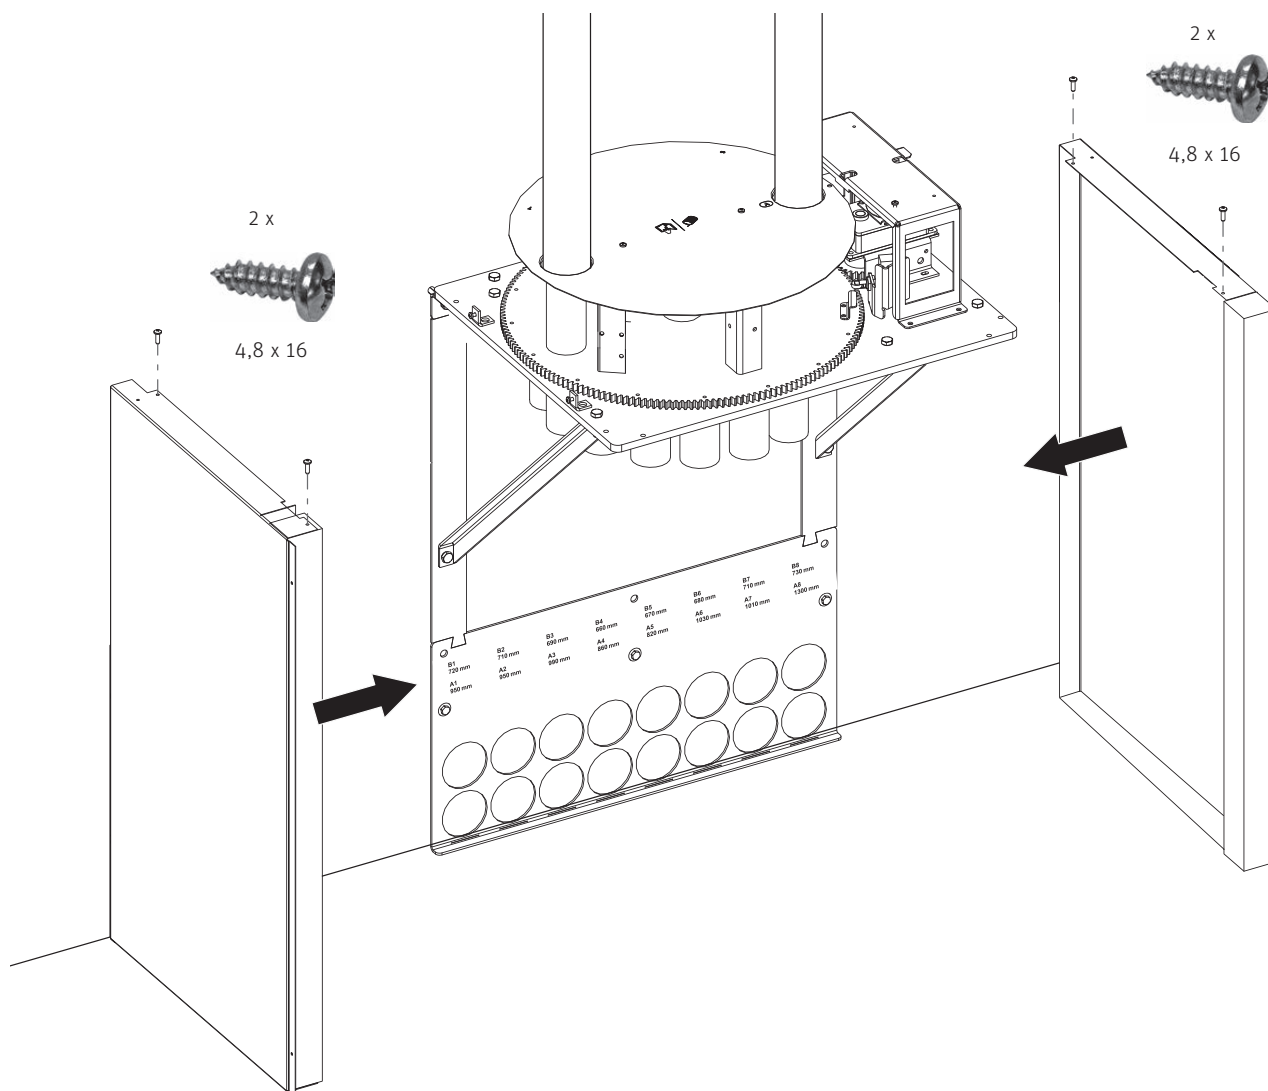

Fig. 31 Montaggio delle parti laterali
- Fissare le sezioni laterali in cima con 2 viti autofilettanti 4,8 x 16 – Fig. 31.